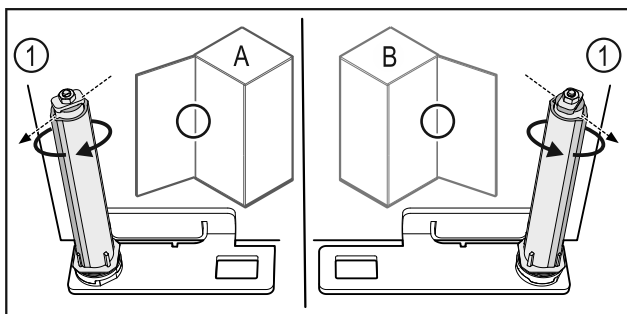

Fig. 59 Links scharnierend (A) / rechts scharnierend (B)
- Sluitsysteem tegen de weerstand in draaien tot het schot van het sluitsysteem Fig. 59 (1) naar buiten wijst.